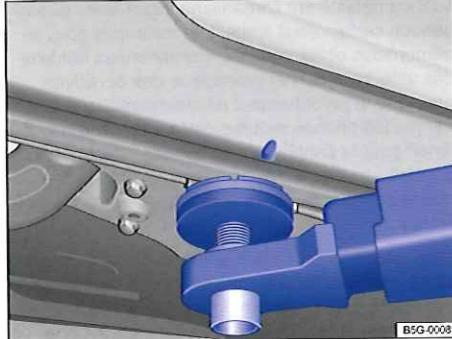

Fig. 224 Point de prise à l'arrière pour le levage du véhicule avec le pont élévateur ou le cric
Le véhicule ne doit être soulevé qu'aux points de prise indiqués sur les figures  fig. 223 et  fig. 224. Si le véhicule n'est pas soulevé aux points de prise indiqués sur les figures, il peut s'ensuivre des dommages sur le véhicule  ainsi que des blessures graves .
- Ne soulevez le véhicule qu'aux points indiqués sur les figures  fig. 223 et  fig. 224. Si le véhicule n'est pas soulevé aux points de prise indiqués, il peut tomber du pont élévateur, par ex. lors de la dépose du moteur ou de la boîte de vitesses.